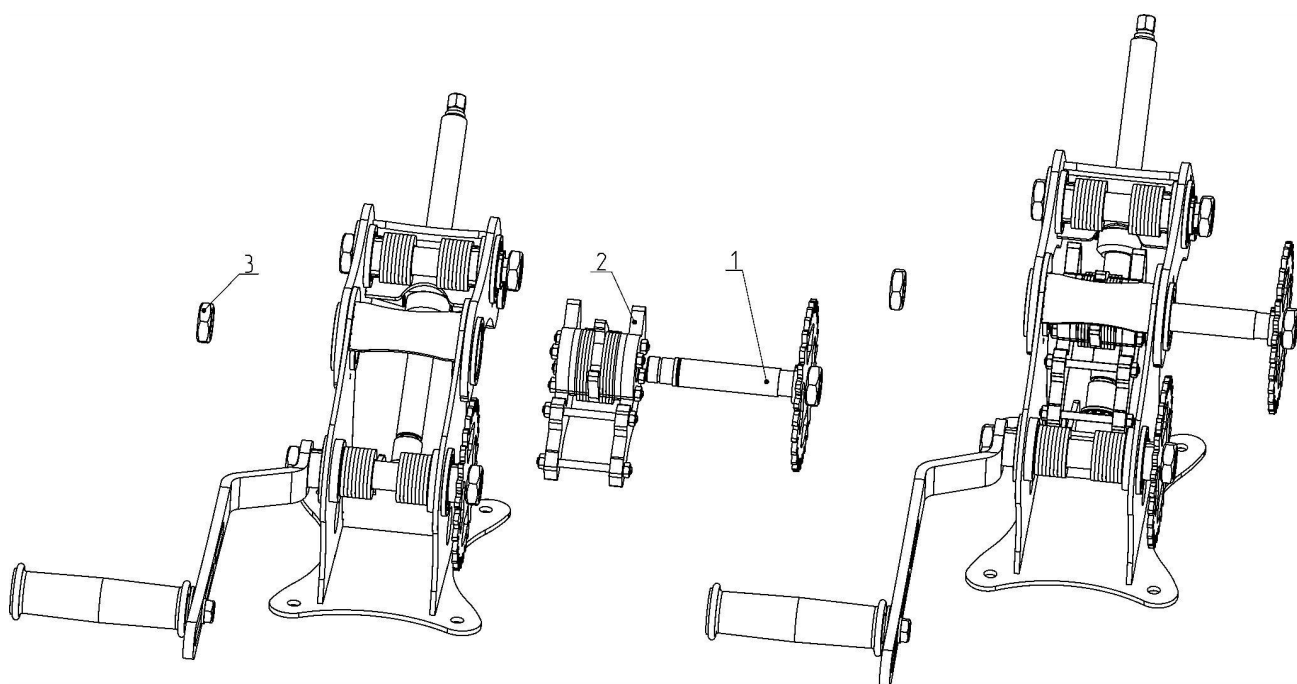

Рисунок 7 — Порядок установки углоггиба на трубогиб.
В дополнительную поставку трубогиба входит углогиб (см. Рисунок 7). Чтобы установить углогиб (2) на трубогиб, необходимо открутить гайку (3), достать вал (1), установить углогиб так, чтобы центральная планка рамы была между выступами центральной пластины углоггиба, вставить вал обратно и закрутить гайку. Для работы с углогибом необходимо снять шестерню с вала подвижной рамы.